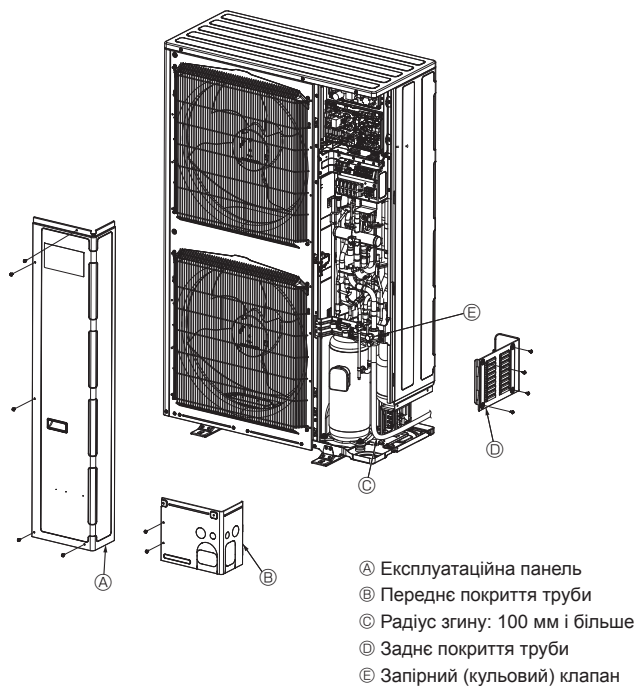

Fig. 4-10
4.4. Труба холодоагенту (Fig. 4-10)